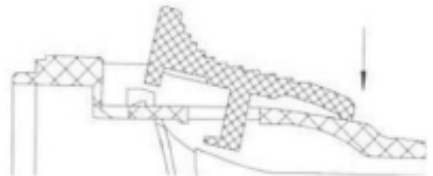

IMAGEN 8
12.2. Presione la parte trasera del gatillo. (IMAGEN 8)